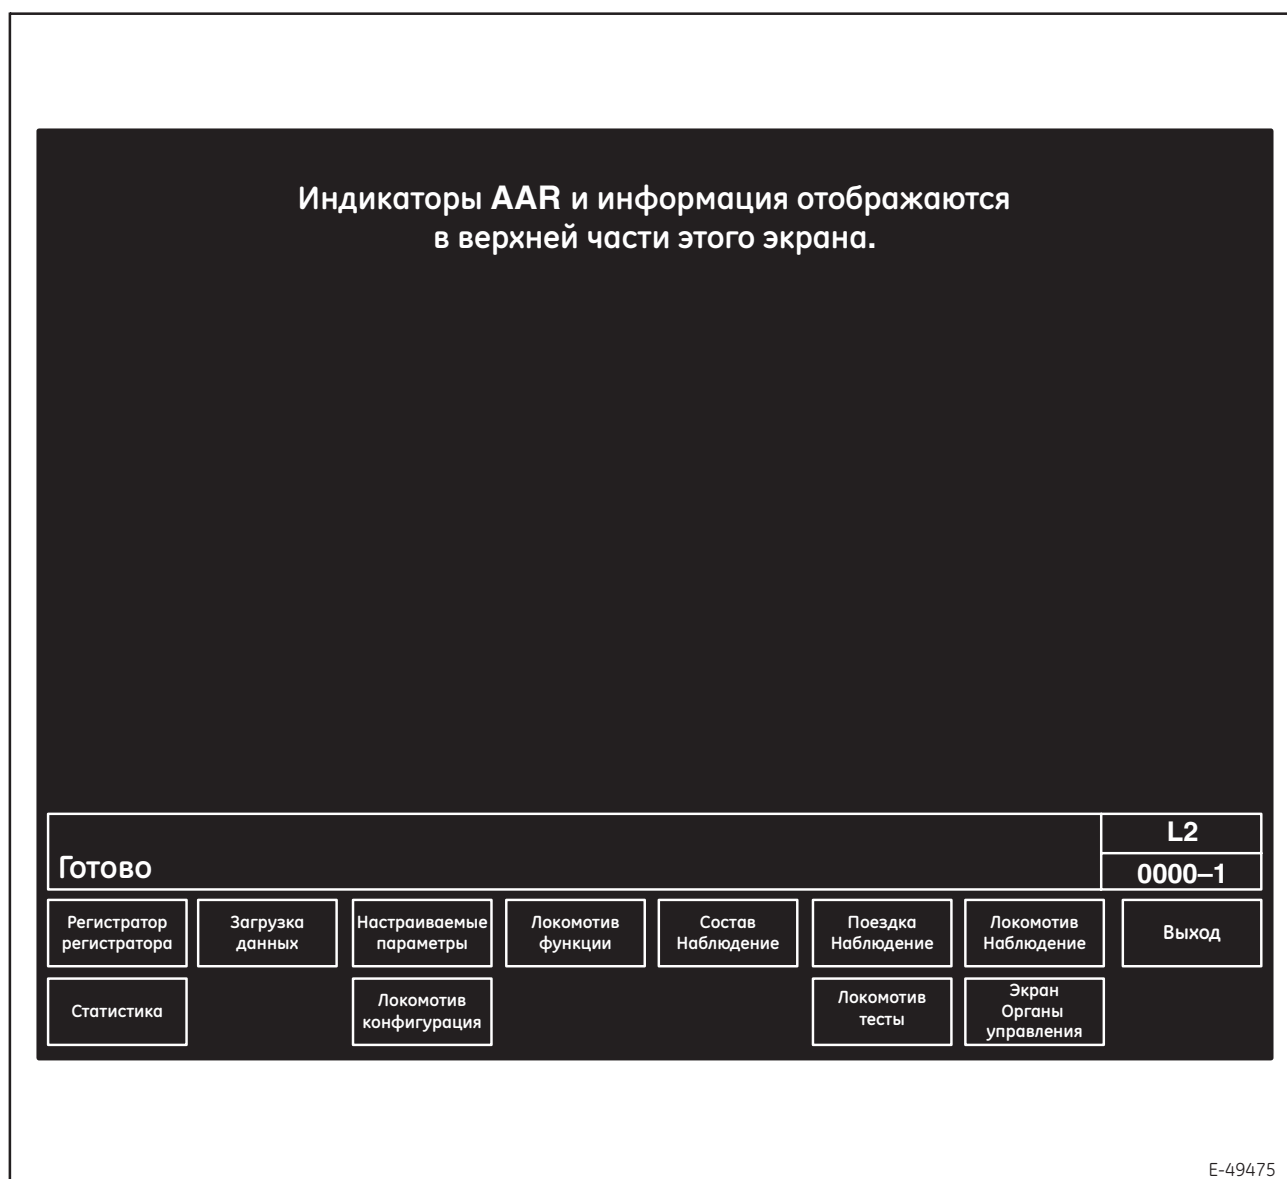
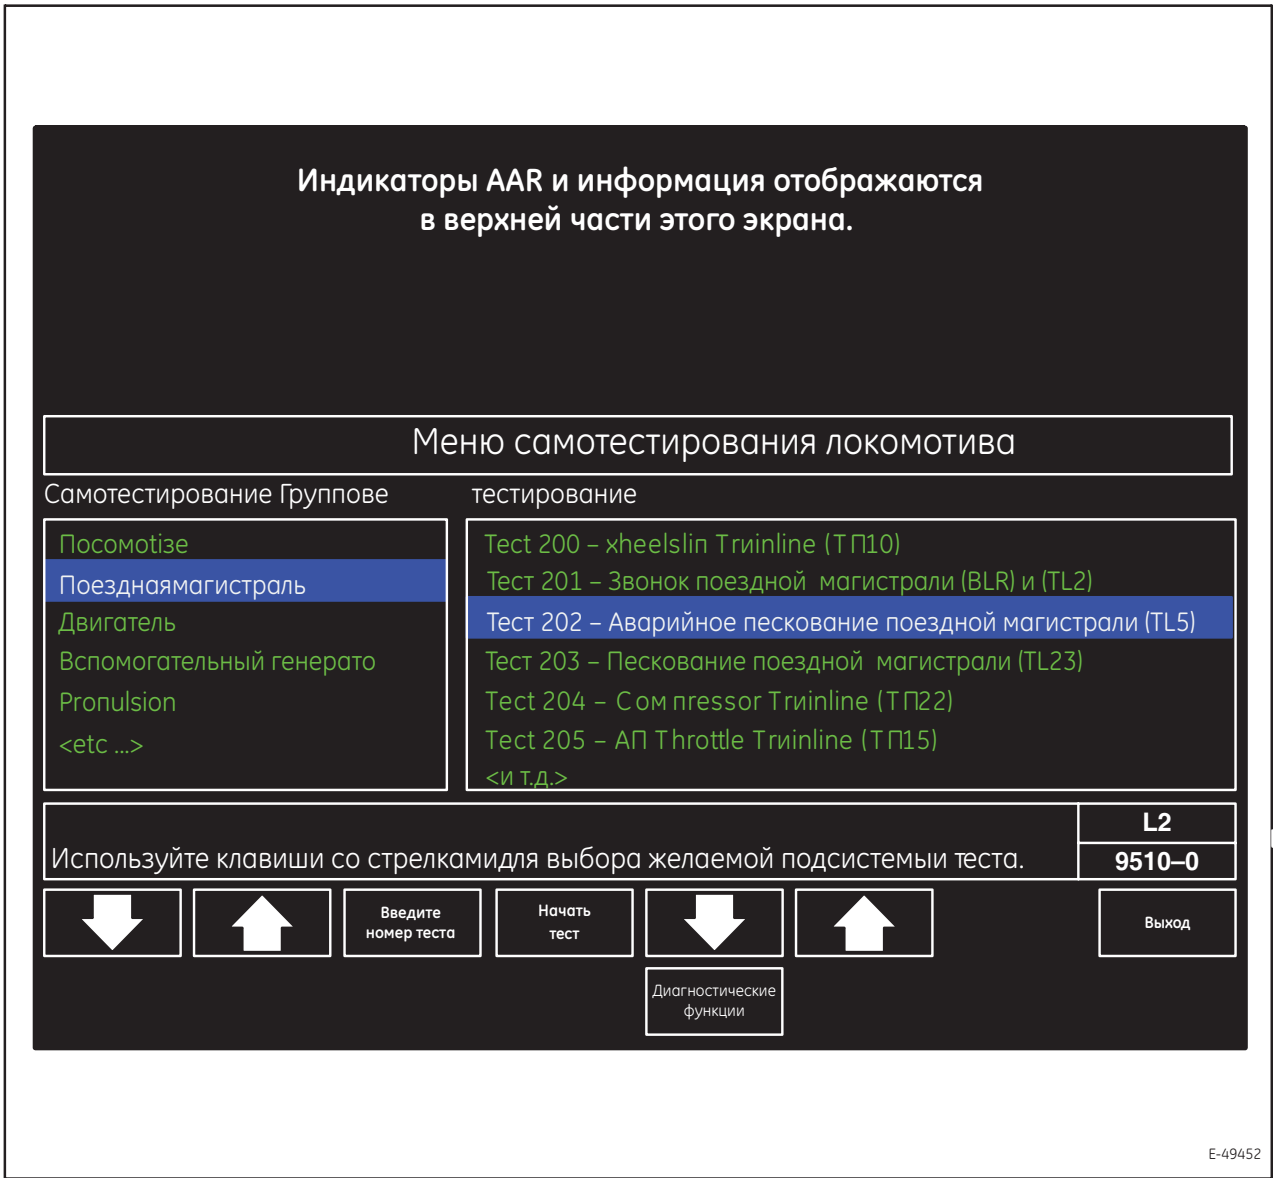

Рисунок 5. Типовой экран дополнительных меню главного рабочего экрана (0000-1) — Уровень 2
Рисунок 6. Типовой экран меню самопроверки локомотива (9510-0)
- Нажмите сенсорную клавишу 6 (**Loco Tests**) (Проверки локомотива) на экране дополнительных меню главного рабочего экрана (0000-1, Рисунок 5) для отображения экрана проверки локомотива (9500-0), при нажатии сенсорной клавиши F6 (Manual Self Test (Ручная самопроверка) отобразится экран меню самопроверок локомотива (9510-0, Рисунок 6).
- iv. Сенсорная клавиша F8 (**Exit**) (Выход) – осуществляет выход из выполняемой самопроверки и возврат на экран меню самопроверок локомотива (9510–0, Рисунок 6).